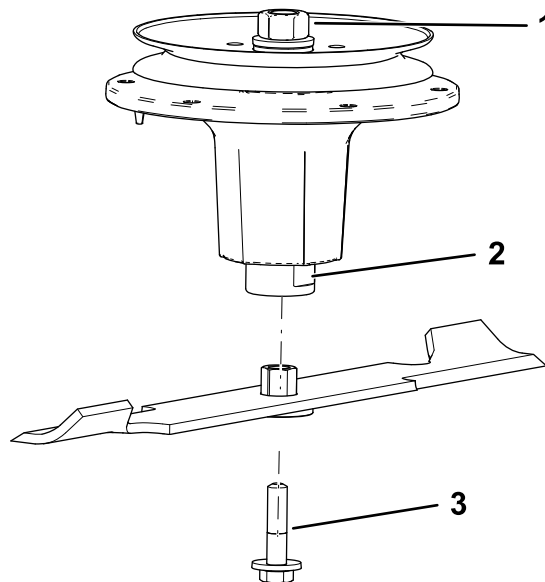

Figura 85
- Instale el conjunto de casquillo/cuchilla en el eje (Figura 85).